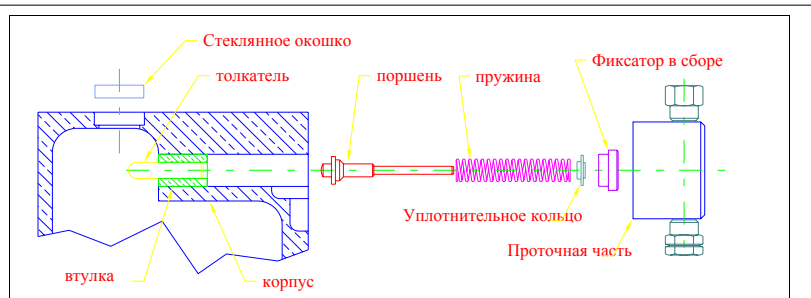

Рисунок 4.1: Насос в сборе
3. Снимите проточную часть насоса следующим образом: Выверните два болта с внутренним шестигранником 5/32" удерживая проточную часть и корпус насоса вместе. Выньте проточную часть из насоса в направлении по ходу движения поршня. Если Вы приподнимете или наклоните проточную часть, Вы можете сломать поршень. См. Рисунок 4.1
13. Установите проточную часть на насос. См. Рисунок 4.1.